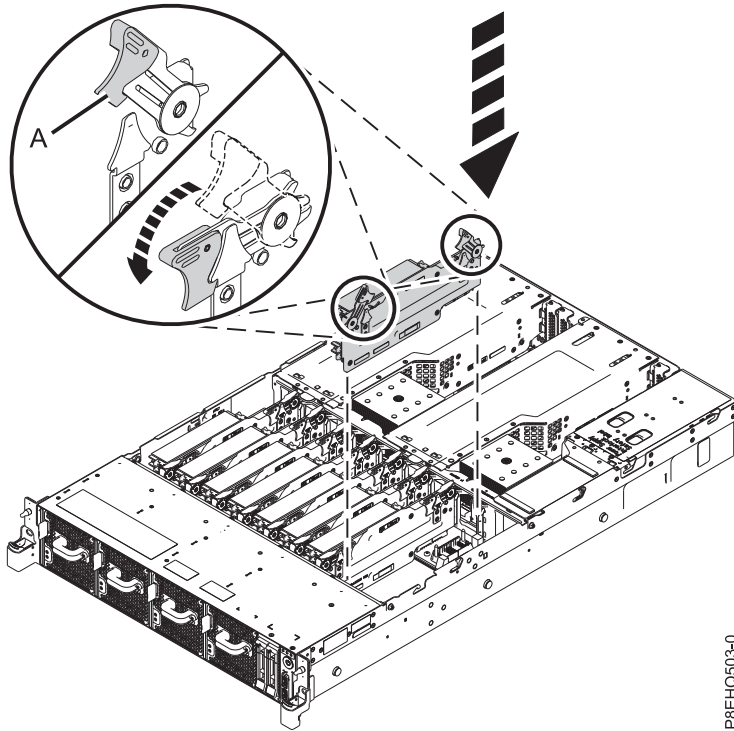

Figure 36. Remise en place d'une carte de bus mémoire dans le système
- a. Assurez-vous que les taquets de déverrouillage sont ouverts à un angle d'environ 60 degrés, comme illustré dans la figure 36, à la page 38.
- d. Appuyez sur les taquets de déverrouillage pour les placer en position fermée. Voir (A) dans la figure 36, à la page 38.